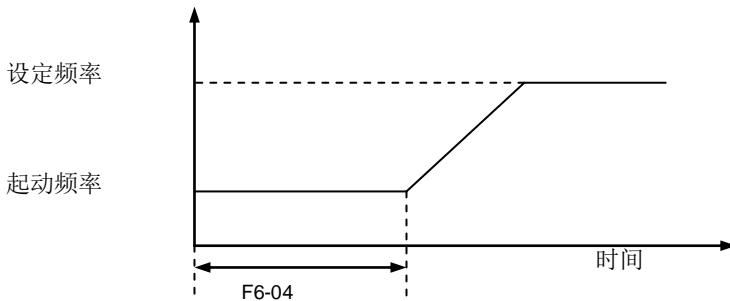

图 6-20 起动频率持续时间
- 起动频率持续时间,开始起动时以起动频率运转的持续时间。如果设定频率比起动频率低,变频器将不运行,处于待机状态。起动频率持续时间到达后,按设定的加速时间上升到设定频率运行。如图 6-20 所示。